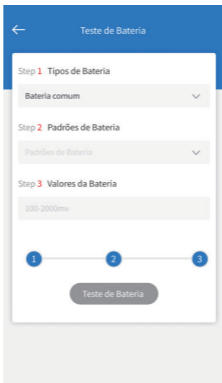

Figura 4.1.4
- Introduza o valor da capacidade de bateria e toque em Teste de Bateria para iniciar o teste (Veja figura 4.1.4).